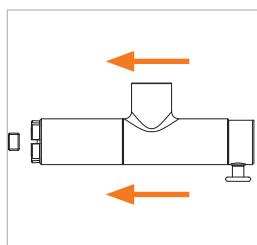

Figure 10
- ▶ Insérez le connecteur, avec le bouton de soupape (Pos. 4) comprimé, dans l'axe sur la pièce d'essai jusqu'à ce que le joint frontal (Pos. 7) entre en contact avec la pièce d'essai (*Figure 10*). Le joint frontal est ainsi préservé des dommages causés par d'éventuels bords saillants de la pièce d'essai et le bon raccordement est garanti.